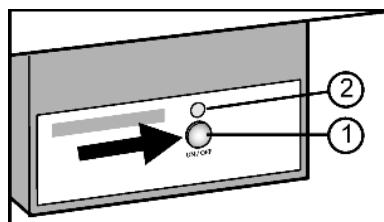

Fig. 11
- Нажмите и удерживайте кнопку On/Off Fig. 11 (1) так, чтобы светодиод Fig. 11 (2) загорелся.